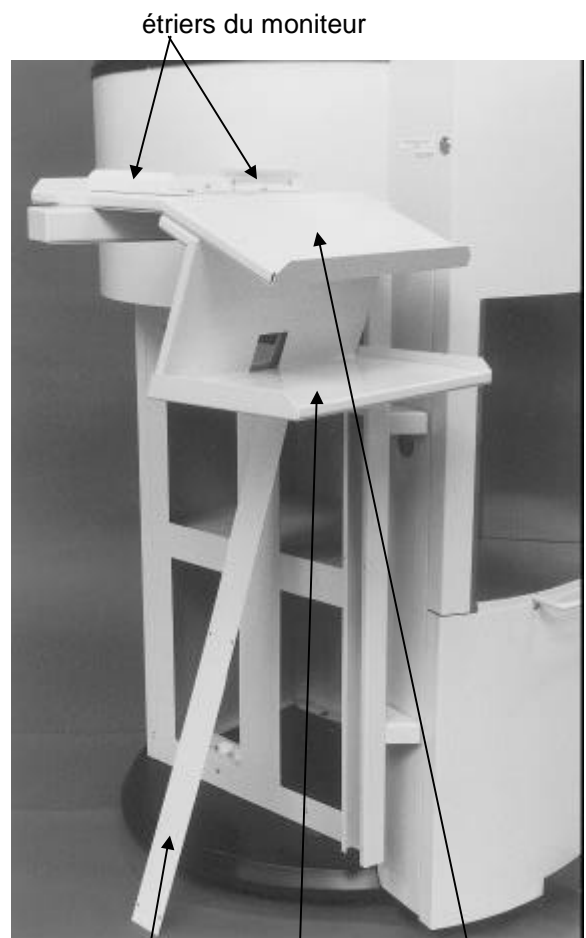

figure 7
- Régler l'emplacement des étriers du moniteur (figure 7) puis les serrer.
Fixer le support de la souris et de l'imprimante sous le support du moniteur au moyen des boulons prévus à cet effet (figure 7).